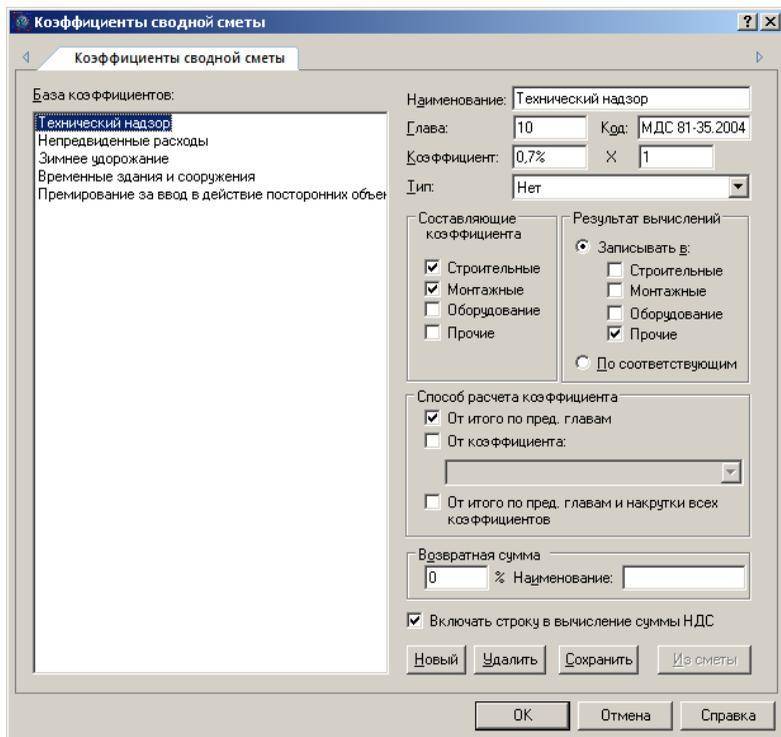

Рис. 4.66 Справочники «База коэффциентов ССР».
1. В диалоговом окне «*Коэффициенты сводной сметы*» (Рис. 4.66) на правой панели нажмите кнопку «Новый».